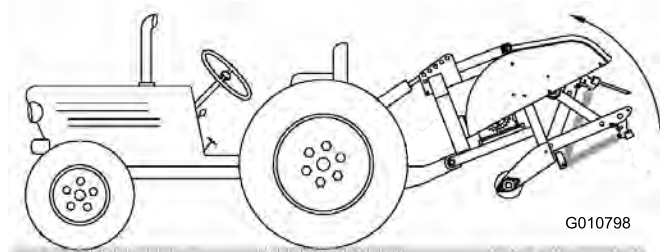

Figura 9
2. Erga completamente o arejador e retraia completamente o cilindro da articulação superior ou a articulação superior (Figura 9).